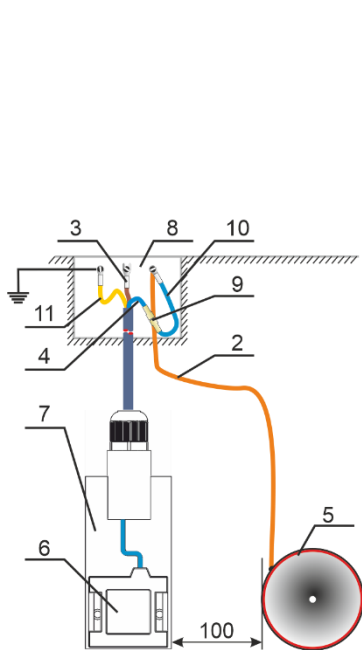
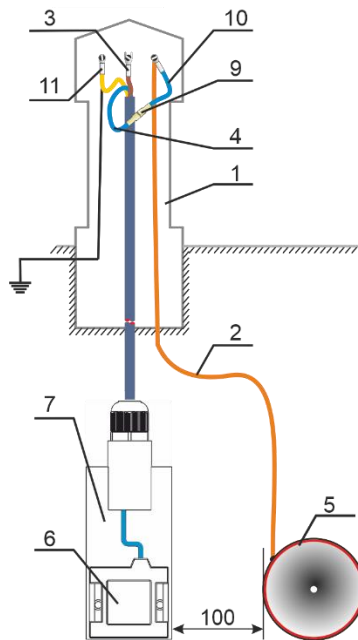

Рисунок 2 – С выводом проводников в ковер
Рисунок 3 – С выводом проводников в КИП
7.5 Установить электрод в специально вырытом шурфе или траншее таким образом, чтобы нижняя часть электрода находилась на уровне нижней образующей трубопровода (рис.2 или рис.3) и на расстоянии 10-15 см между стенкой трубопровода или ее проекцией и корпусом электрода.